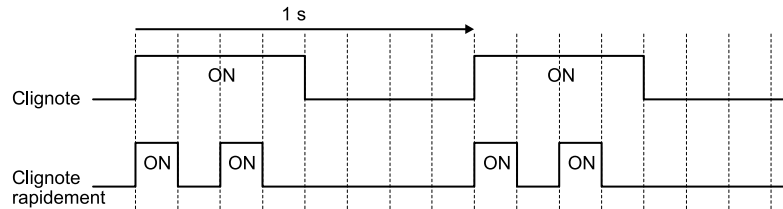

Figure 7.1 États de clignotement de la DEL
*1 Reportez-vous à la Figure 7.1 pour les différences entre clignoter et clignoter rapidement.